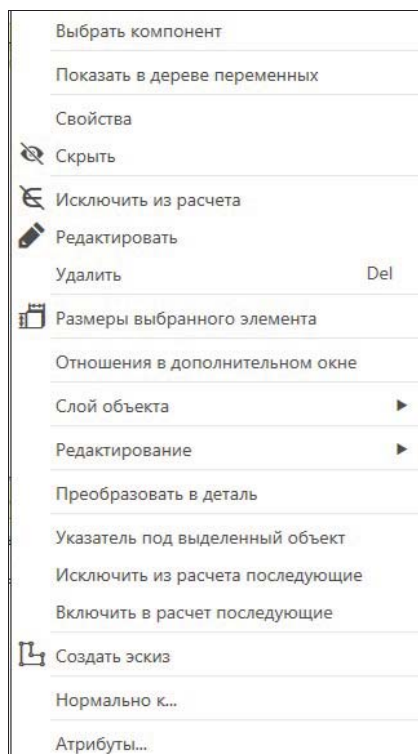

Рис. 20.7. Контекстное меню элемента
- ◆ в **Дереве** модели щелкните ПК мыши по элементу **Нормальная плоскость**, вызвав контекстное меню (рис. 20.7);